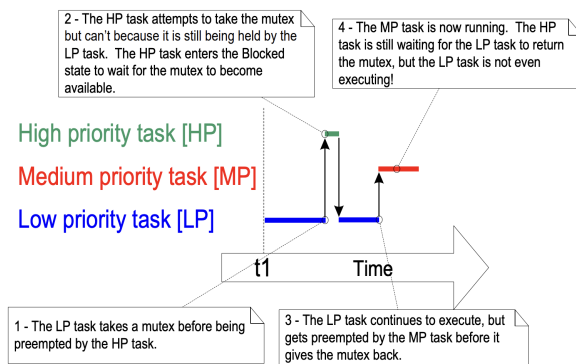

Fig. 2. Inversión de prioridad
- 8) Desarrollar un programa ejemplo que permita comprender el concepto y uso de “Inversión de Prioridad” como se ve en la fig 2. Como mínimo se deben utilizar dos tareas y una cola gestionando un recurso del microcontrolador.